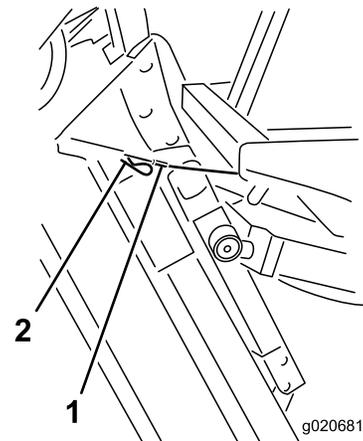

Bild 71
9. Halten Sie das Mähwerk dann in der aufrechten Stellung, bringen das Kabelende über dem Stift am Mähwerkhubarm an und befestigen es mit einem Splint (Bild 71).